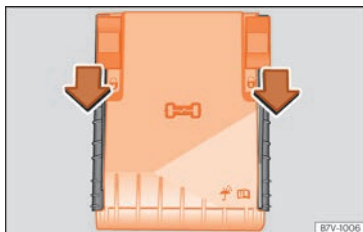

Fig. 59 Dans le compartiment-moteur : cache du boîtier de fusibles.
- Déplacez les agrafes de fixation vers l'avant, dans le sens indiqué par la flèche pour déverrouiller le cache du boîtier de fusibles » **fig. 59**.